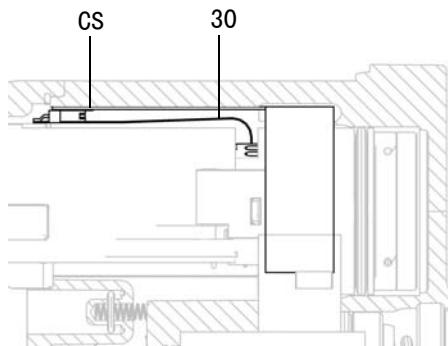

图 36. 连接柔性电路
**仅适用智能型：**将 6 针柔性电路（30）的连接器与枪身顶部位置的插口（CS）对准。参见图 36。